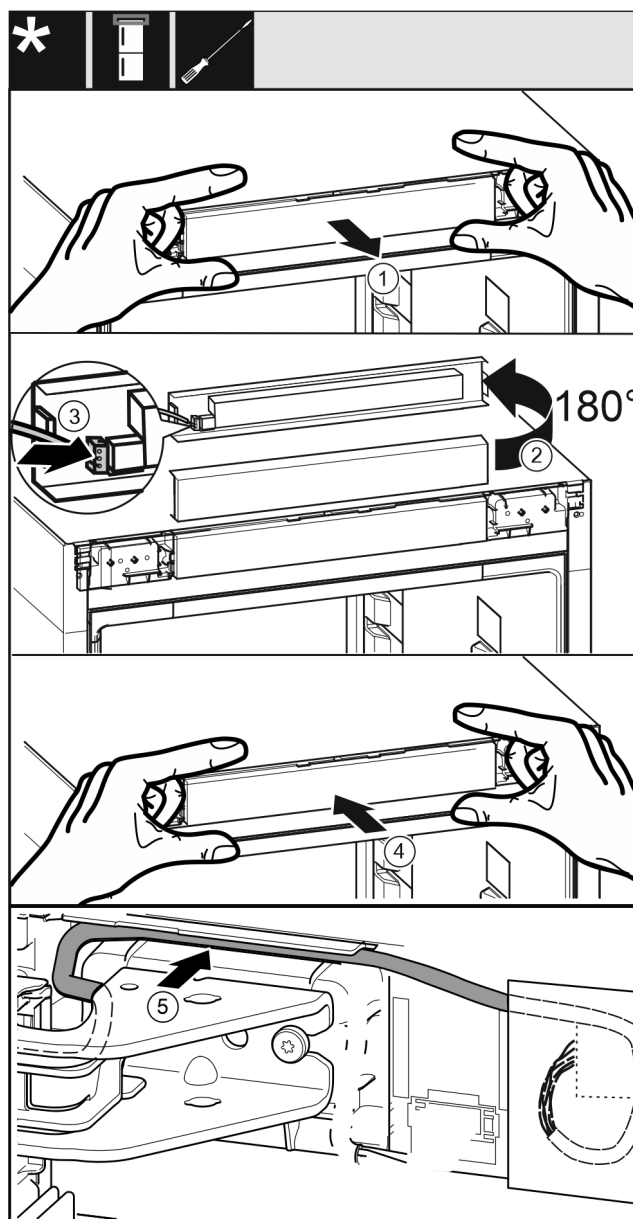

Fig. 62
- Opatrně vyjměte panel Fig. 62 (1).
- ▶ Panel Fig. 62 (2) otočte nahoru o 180°.
- ▶ Zástrčka Fig. 62 (3) zacvakne do panelu.
- ▶ Nasadte panel Fig. 62 (4) zpět na spotřebič.
- ▶ Kabel Fig. 62 (5) opatrně položte ve vedení nad horním stojanem ložiska.